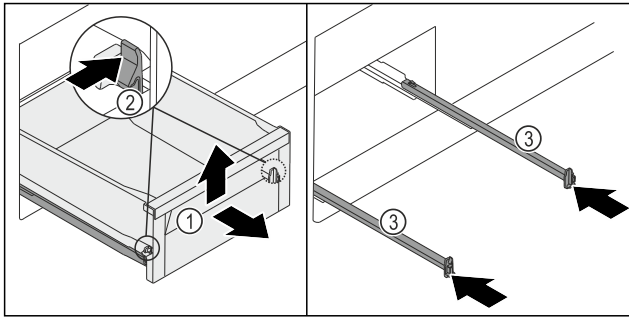

Fig. 126
- ▶ Schuifvak Fig. 126 (1) zo ver mogelijk naar buiten trekken.
- ▶ Klem Fig. 126 (2) links en rechts gelijktijdig naar binnen drukken.
- ▶ Schuifvak Fig. 126 (1) komt los van de rails.
- ▶ Schuifvak Fig. 126 (1) aan de voorkant optillen.
- ▶ Schuifvak Fig. 126 (1) naar voren wegnemen.
- ▶ Rails Fig. 126 (3) naar binnen schuiven.